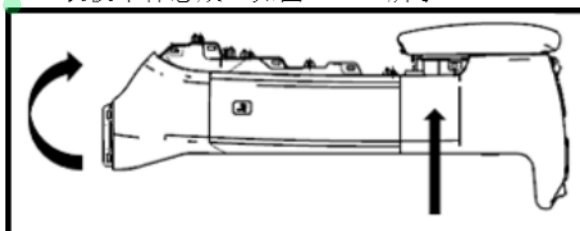

图 1.6.13 副仪表板本体的拆卸
- (4) 用手握住副仪表板本体将本体前部慢慢向上抬起，使副仪表板本体安装骨架与仪表板下本体的挂钩脱离，向上抬起即可取出副仪表板本体总成。如图 1.6.13 所示。